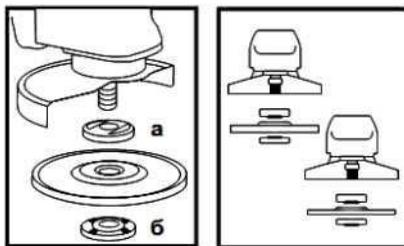

Рисунок 2
**4.4** Встановіть на виріб шліфувальний або відрізний круг. Для цього натисніть на кнопку фіксації шпинделя (1) і проверніть його до такого положення, при якому він зафіксується. За допомогою вилочного ключа з комплекту виробу відверніть і зніміть затискну гайку (б) (дивіться рисунок 2).
**4.5** Встановіть шліфувальний диск на посадкове місце фланцевої шайби (а) (рисунок 2), наживіть рукою затиску гайку на шпindelю і затягніть її ключем з комплекту приладу.